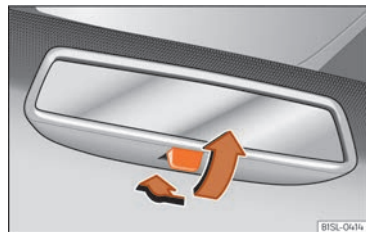

Abb. 123 Manuell abblendbarer Innen Spiegel.
- Zum Abblenden des Rückspiegels, Hebel nach hinten ziehen »» **Abb. 123**.